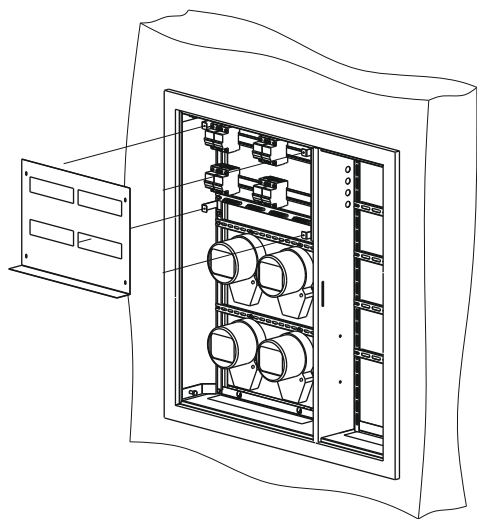

Рисунок 15
6.3 Установите Панель оперативную на Кронштейны с помощью винта резьбовыдавливающего М4х8 (рисунок 15).